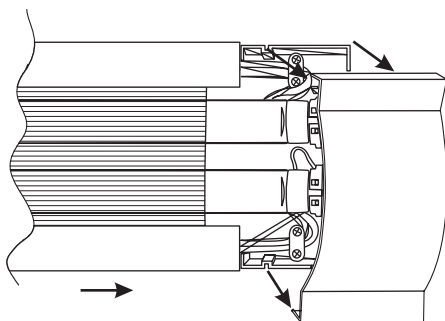

Рисунок 3
– снимите со светильника боковые заглушки, потянув их вверх (рисунок 3), рассеиватель и люминесцентные лампы;